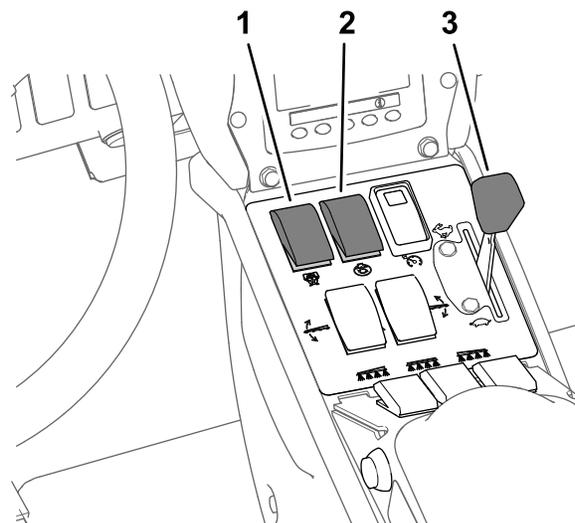

Рисунок 40
8. Установите переключатель перемешивания и выключатель насоса для опрыскивания в положения Вкл. (Рисунок 40).
9. Установите регулятор дроссельной заслонки в положение БЫСТРО (Рисунок 40).
Примечание: При выполнении этой процедуры предполагается, что насос для опрыскивания включен; см. Рисунок 40 в разделе Опрыскивание в режиме заданной нормы внесения \(страница 41\).
4. Установите рычаг дроссельной заслонки в требуемое положение частоты вращения двигателя для опрыскивания; см. Рисунок 40 в разделе Опрыскивание в режиме заданной нормы внесения \(страница 41\).